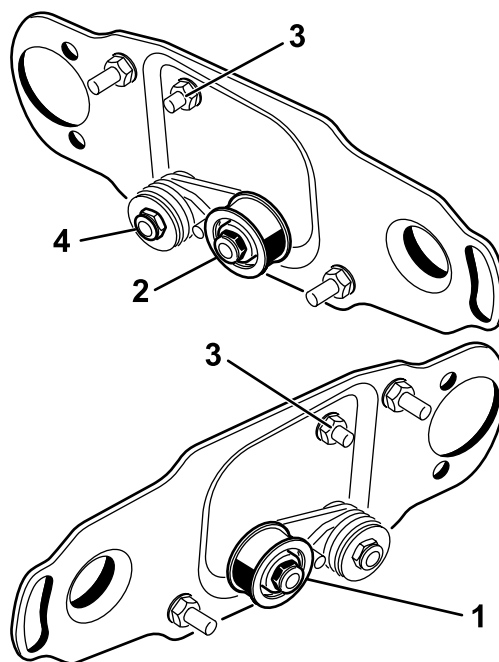

图 6
对于右侧后滚筒刷驱动 图 1 和 图 2 请将总轮皮带轮组件反向安装到滚刀组的右端 图 6 如下所示
1. 从滚刀组左端卸下总轮皮带轮组件将其安装到滚刀组右端滚筒刷板的下孔中 图 6。
2. 卸下托架螺栓和螺母然后将它们放入之前放置总轮皮带轮的上孔中 图 6。